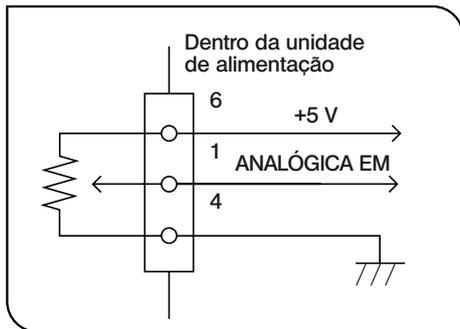

Fig. 7
3 Controlar a quantidade de luz com VR externo (fig. 7)
- 1. Ligue um VR tal como mostra a fig. 7.